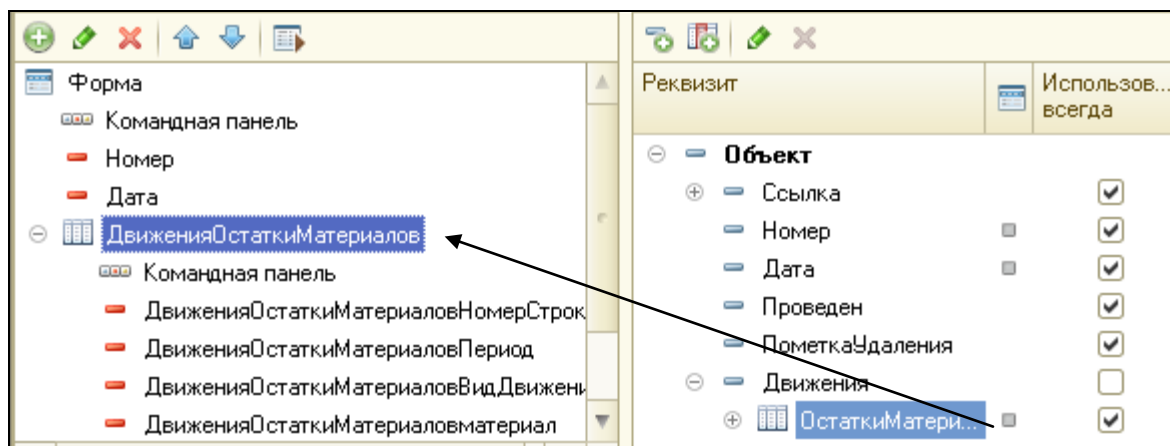

Рисунок 9.2 Редактирование формы документа
3. Перейти на закладку Формы. Создать основную форму документа. В окне редактора форм на закладке Реквизиты откройте группу Объект и покажите элемент конфигурации ОстаткиМатериалов. Перетащите эту строку в окно элементов формы. На запрос «Добавить колонки таблицы?» ответить утвердительно (рис.9.2).